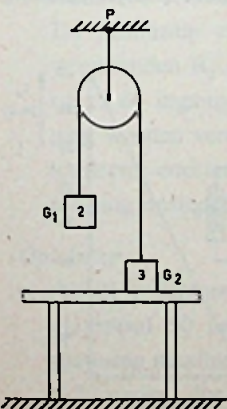

Fig. 1
② Een katrol is met een koord bevestigd aan een vast punt P (zie fig. 1). Aan een tweede koord, dat over de katrol loopt, hangen twee gewichten G_1 en G_2 . De massa van G_1 is 2 kg; van G_2 3 kg.